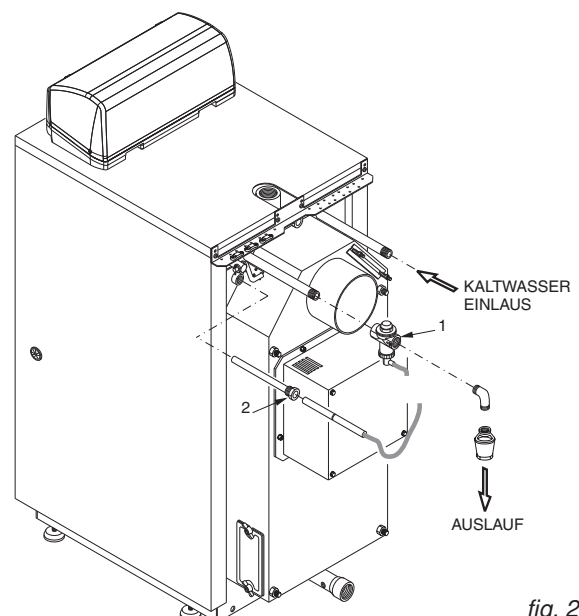

fig. 20
- **Die Installation der thermischen Ablaufsicherung (TAS) fig.10 bzw. fig.20 geschieht nach Kap.3.7 in Seite 14.**